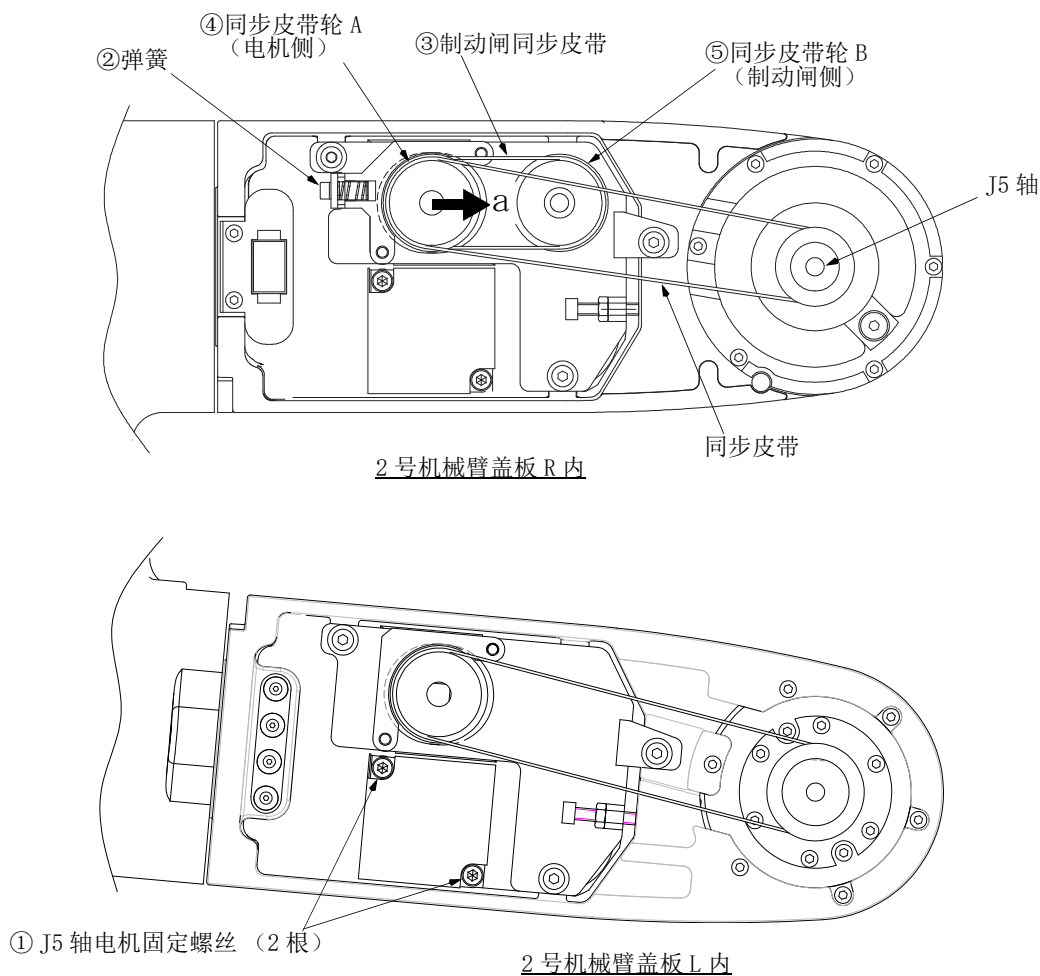

图 5-15: J5 轴制动闸同步皮带的点检、更换 (RV-2FR 系列)
制动闸同步皮带点检 · 更换时的参考图如图 5-15 所示。
- 3) 稍微拧松电机固定螺丝① (2 根)。(请勿过度拧松。)
- 4) 使电机侧同步皮带轮 A ④向图 5-15 的箭头 a 方向运动，卸下制动闸同步皮带。
- 6) 更换后，切实紧固电机固定螺丝①（2根）（M4 螺丝紧固力矩：4.51N·m）。（张力调整由弹簧作用自动完成。）如果固定不切实，可能由于振动而导致松动。
(8) RV-2FR 系列：J6 同步皮带和制动闸同步皮带的点检 · 更换